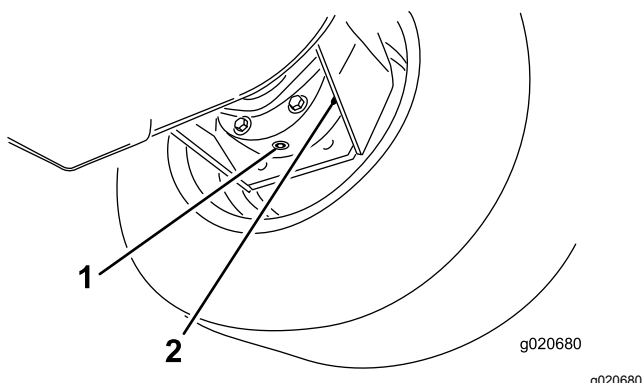

Figura 89
3. Coloque un recipiente debajo del alojamiento del freno, retire el tapón y deje que se drene el aceite (**Figura 89**).